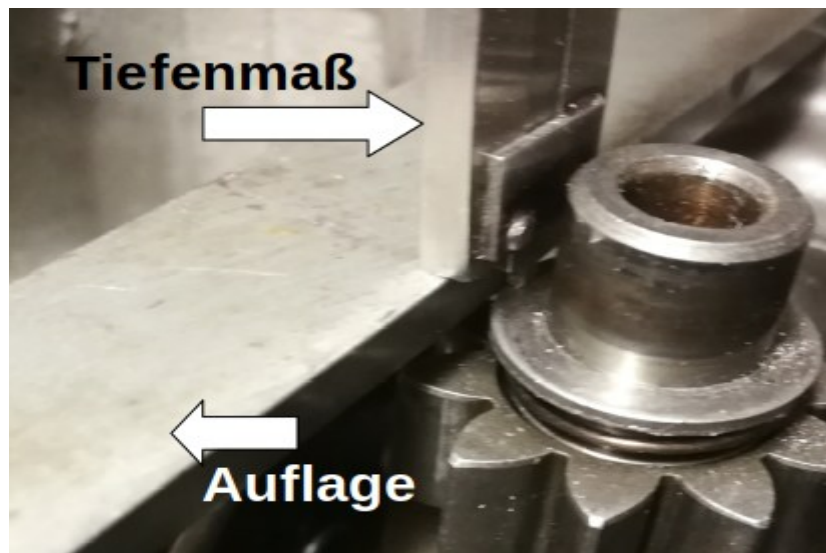

Abbildung 37: Messung Eingangswelle an der Anlaufscheibe
- mit aufgelegter Dichtung auf dem Getriebegehäuse den Abstand von Dichtung zur Außenkante der verstemmten Scheibe messen, ergibt Maß „E2“ (siehe Abbildung 37 )